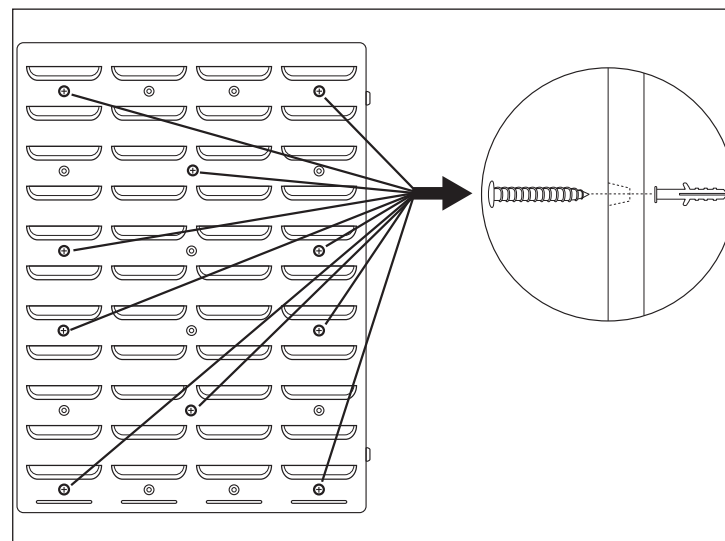

Fig. 2
- Vissez les panneaux muraux avec au moins 10 vis au mur (cf. Fig. 2).